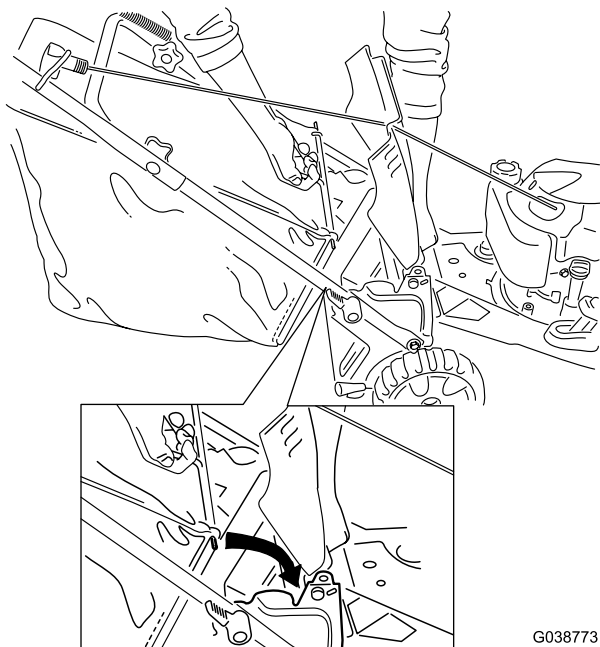

Figure 22
2. Soulevez et bloquez le volet arrière, placez le bac dans les encoches et abaissez le volet (Figure 22).